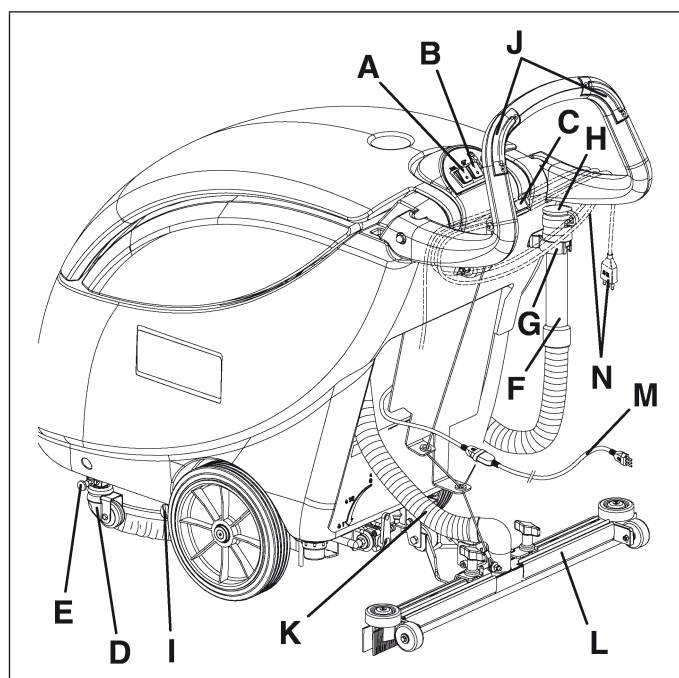

Figure 13
1. Arrêter la machine en positionnant les interrupteurs de rotation brosse et d'aspiration (A et B, Fig. 13) sur "0".
2. Débrancher la fiche du câble d'alimentation (M, Fig. 13) du réseau électrique. Enrouler le câble d'alimentation autour du guidon en position (N).
3. Soulever l'embouchure au moyen du levier (C, Fig. 13).
5. Au moyen du guidon, soulever la brosse/disque et activer le dispositif de stationnement (D, Fig. 13) après avoir actionné la goupille correspondante (E).
6. Dégager le tuyau de vidange de l'eau de récupération (F, Fig. 13) du support (G), ouvrir le couvercle (H), puis abaisser le tuyau (F) et vider le réservoir de l'eau de récupération. Le travail effectué, rincer le réservoir à l'eau propre.
8. Vider le réservoir de la solution en ouvrant la soupape de vidange (I, Fig. 13). Le travail effectué, rincer le réservoir à l'eau propre.
- Positionner l'interrupteur de la brosse (A, Fig. 13) sur "I".
- Avec la brosse/plateau support disque soulevé, appuyer sur l'un ou les deux boutons-poussoirs (J, Fig. 13) pour quelques secondes, puis les relâcher : cette procédure permet de dégager la brosse/plateau support disque.